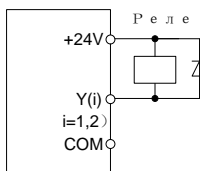

Рис. 6-21
- Схема соединения клемм дискретного выхода показана на рис. 6-21: